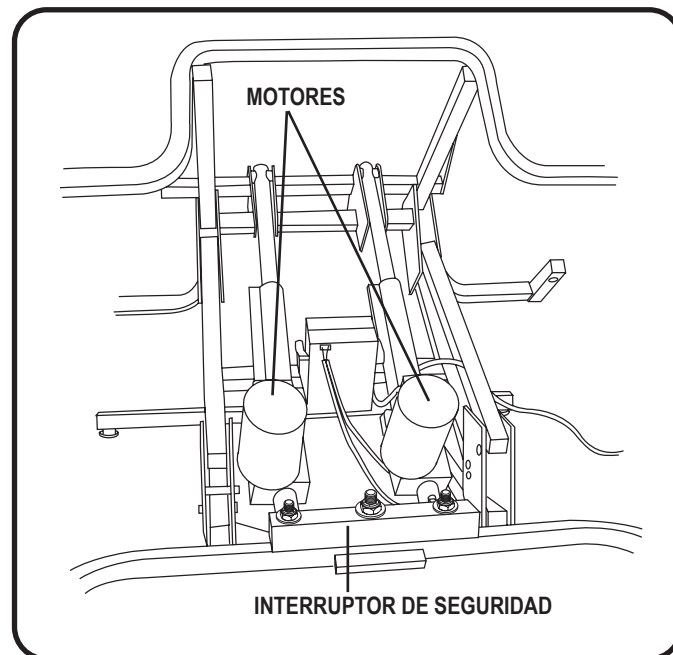

Figure 5.3 Motores sincronizados (sincronización corregida)
3. Presione el control manual en la posición ARRIBA hasta que su silla alcance la posición de elevación completa. Esto restablecerá la posición del motor y corregirá la sincronización (**Fig. 5.3**).